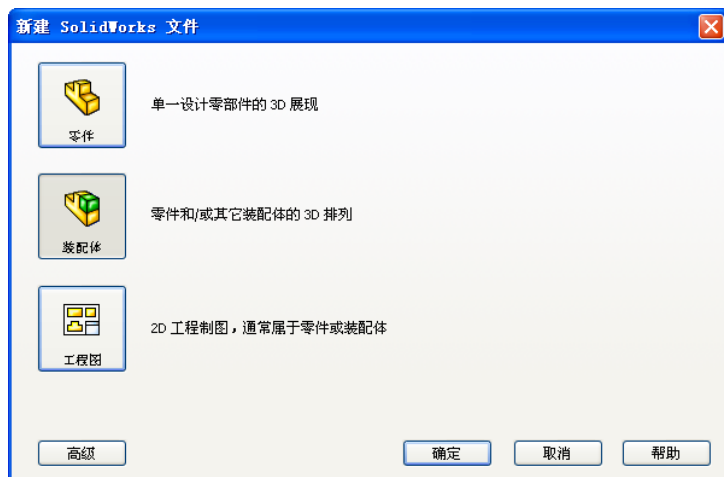

图 13-260 “新建 SolidWorks 文件”对话框
(1) 单击“标准”工具栏中的 (新建)按钮，或执行“文件”→“新建”菜单命令，在弹出的“新建 SolidWorks 文件”对话框中选择 (装配体)按钮，如图 13-260 所示，然后单击“确定”按钮，创建一个新的装配文件。系统弹出“开始装配体”属性管理器，